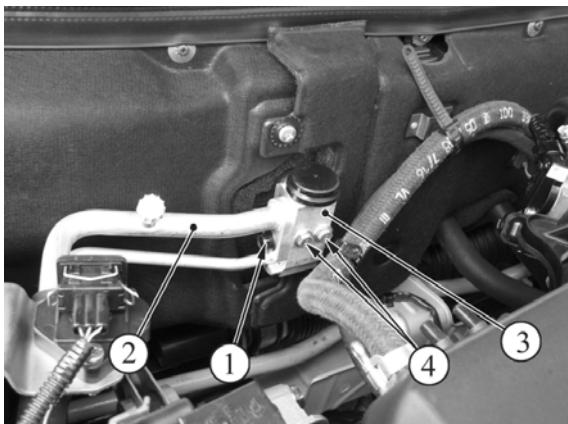

Рисунок 9 – Снятие терморегулирующего вентиля:
5.4.2 Отвернуть болт 1, рисунок 9, крепления блока трубопроводов к терморегулирующему вентилю (TPB), отсоединить блок трубопроводов от TPB, установить на трубопроводы и в отверстия TPB технологические заглушки (головка сменная 13, вороток, удлинитель).